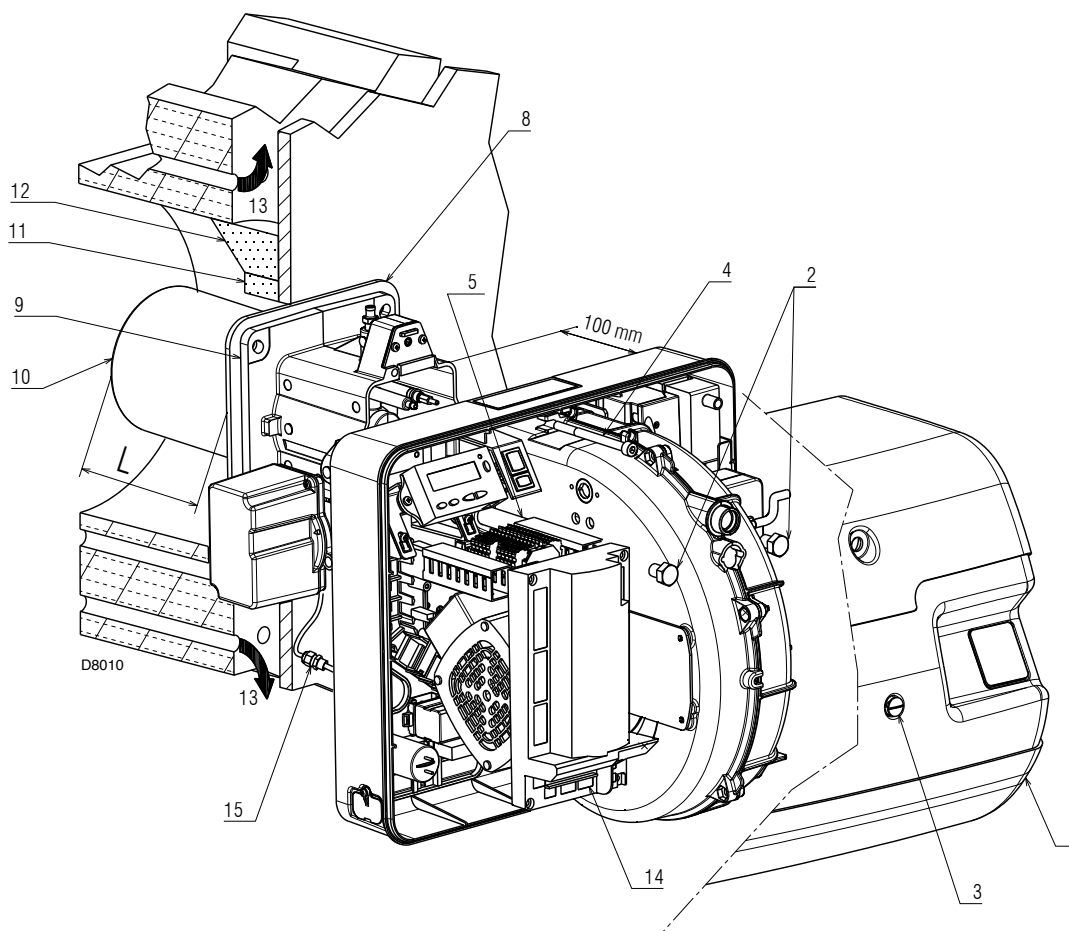

Fig. 17
Para calderas con paso de humos delantero 13)(Fig. 17), realizar una protección de material refractario 11), entre el material refractario de la caldera 12) y el tubo llama 10). Esta protección debe permitir el desplazamiento del tubo de llama.
En calderas con frente refrigerado por agua, no es necesario el revestimiento refractario 11)-12)(Fig. 17), salvo que lo indique expresamente el fabricante de la caldera.
Separar el cabezal de combustión del resto del quemador, como en la Fig. 17; proceder de la siguiente manera:
- volver a montar el quemador en las guías 3) aproximadamente a 100 mm del manguito 4) - quemador en la posición ilustrada en la Fig. 17;
- conectar el conector macho del servomotor 14)(Fig. 17) y enroscar el anillo pasacable 15);